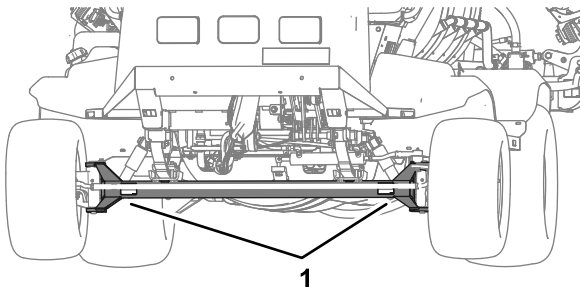
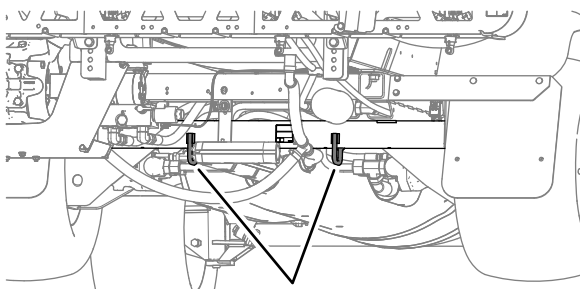

Bild 55
Bild 56
- Befestigen Sie die Maschine sicher am Transportfahrzeug; in Bild 55 und Bild 56 sind die Vergurtungsstellen an der Maschine abgebildet.